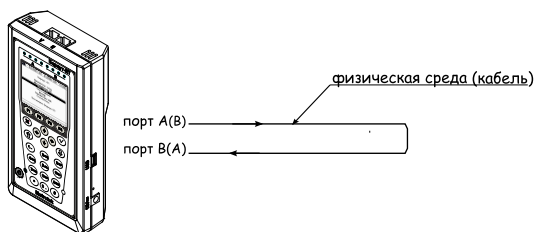
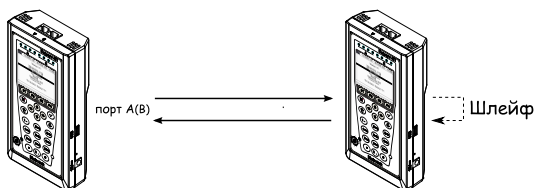

Рис. 7.78. Тестирование на физическом уровне (вариант 1)
Рис. 7.79. Тестирование на физическом уровне (вариант 2)
- На **физическом уровне** данные отправляются частями с определённым межкадровым интервалом (IFG — Interframe Gap). В этом случае тестирование проводится с порта А (В) на порт В (А) (см. рис. 7.78) или используется функция «Шлейф» (см. рис. 7.79).